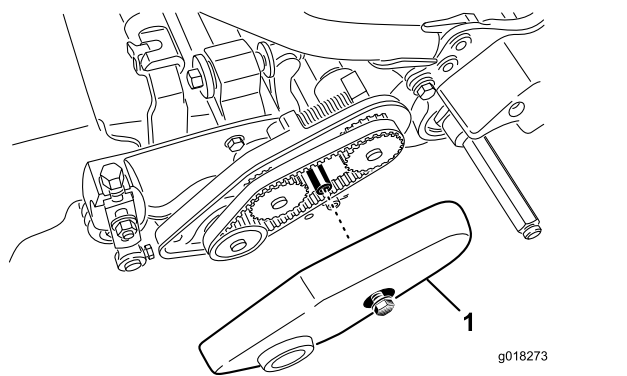

Bild 40
2. Lösen Sie den Bundbolzen, mit dem die Riemenabdeckung befestigt ist, und nehmen Sie die Riemenabdeckung ab, um den Riemen frei zu legen (Bild 40).